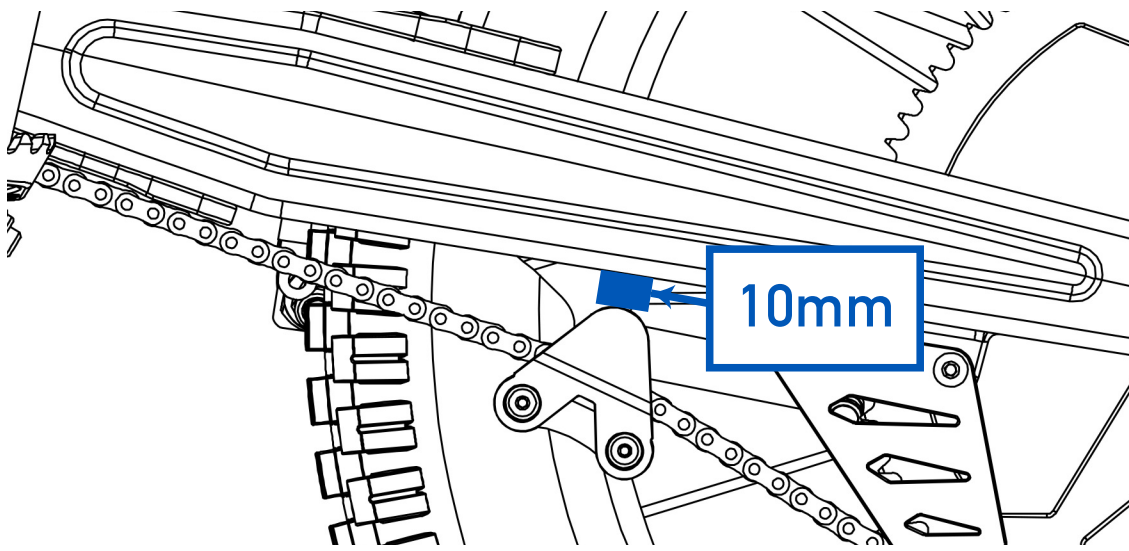

Fig. 14
- Comprobar la holgura de la cadena, de manera que la cadena tenga un juego como el que se indica en este manual, de 10 mm (Fig. 14). Para revisar esto, debe girar la rueda y verificar la holgura varias veces, midiendo siempre desde el mismo punto. La cadena no debe presentar mucho juego ni demasiada rigidez.
- 4- Una vez superada la mitad del recorrido, la excéntrica debe ser girada para adoptar la posición que garantice un ajuste óptimo hasta el límite máximo del recorrido, tal como se observa en la Fig. 14.